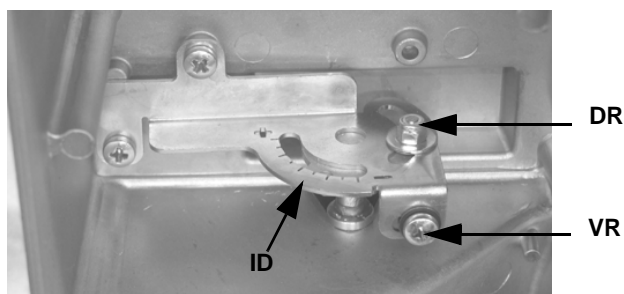

Fig. 13
- 10 aflojar el tornillo **VR** (vease Fig. 13)